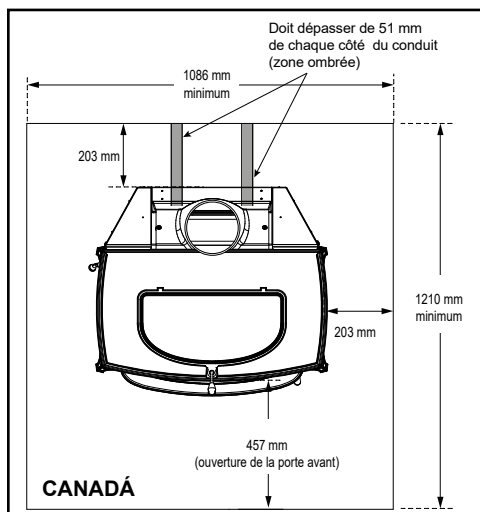

Figure 3.7
Au Canada, une protection de plancher similaire doit être installée : elle doit mesurer 457 mm (18 po) à l'avant, et 203 mm (8 po) sur les côtés et l'arrière, Figure 3.7
***EXCEPTION :** Lorsque l'évacuation est horizontale, des protections de plancher incombustibles doivent s'étendre sous le conduit et se prolonger de 51 mm (2 po) de chaque côté du conduit, Figure 3.7.